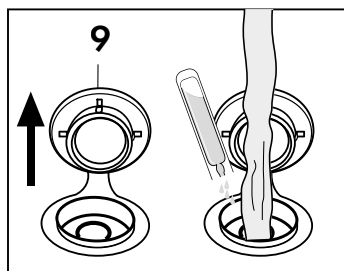

Fig. 20
• Verter un frasco de 10 ml en la caldera) con 0,5 l de agua, quitando el tapón (9. (**Fig. 20**) y seguir con el funcionamiento normal.